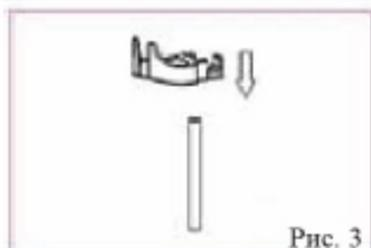

Рис. 3
3. Чтобы установить вешалку, выровняйте вкладки пластиковой вешалки с пазами на стойке и нажмите вниз (рис.3).